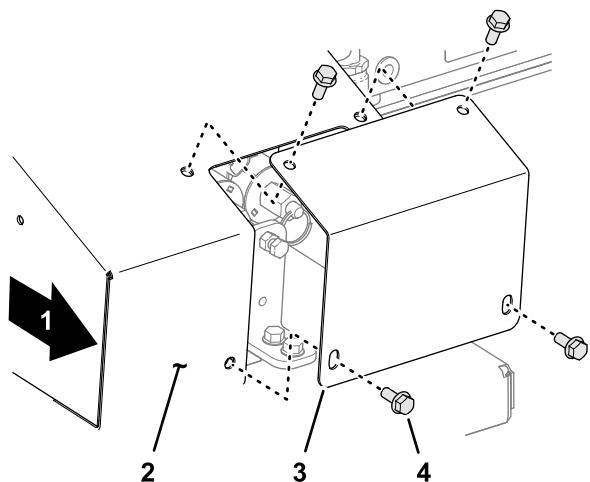

Figura 28
1. Sul lato destro della macchina togliete le 4 viti a testa cilindrica flangiata che fissano la piastra di copertura alla protezione del sistema di esclusione (Figura 28).